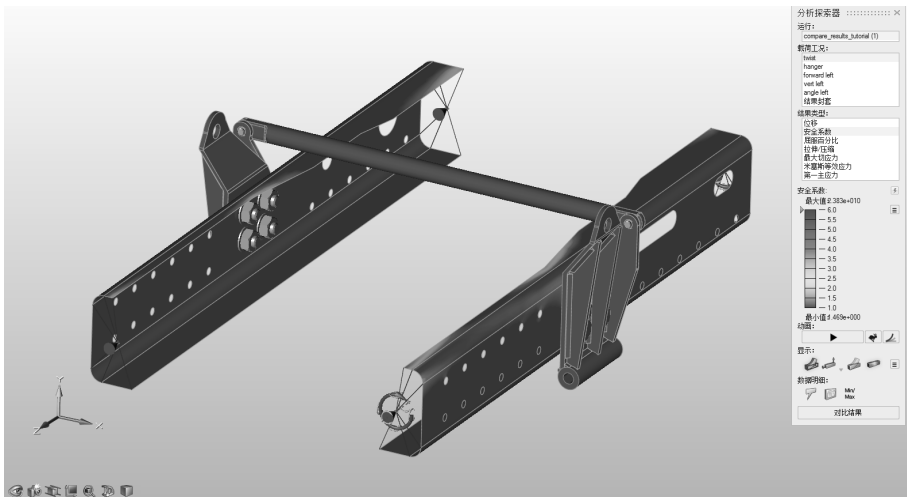

图 16-4
3) 在分析探索器中，5 个载荷工况都会显示出来，每种工况都与 7 种不同的结果类型关联，如图 16-4 所示。